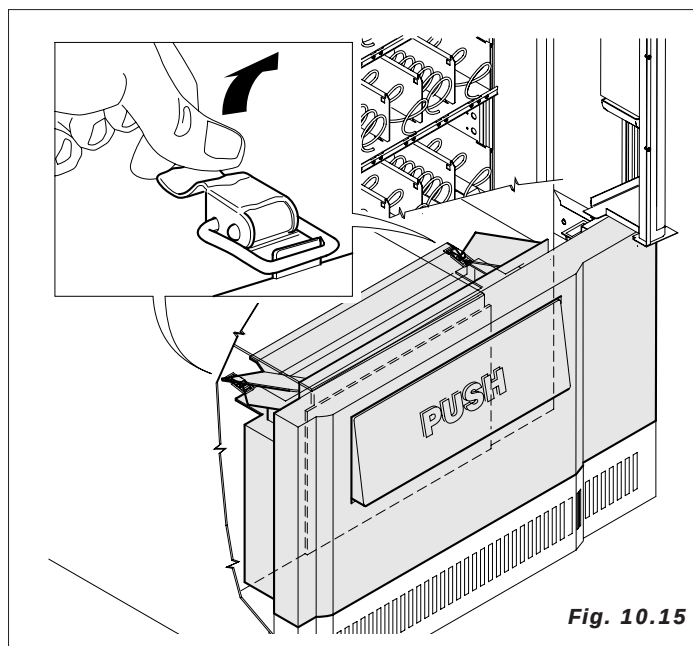

Fig. 10.15
- Abrir la puerta del distribuidor para acceder al plano superior del grupo refrigerante. Entonces, hay que individuar los dos ganchos de palanca que fijan el espacio suministro y desengancharlos (fig. 10.15).